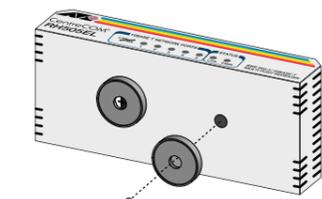

図3 マグネットの取り付け
3. 次に、マグネットKit MSのマグネット4個のうち2個を、手順2で外したネジを用いて本体に固定します(図3)。